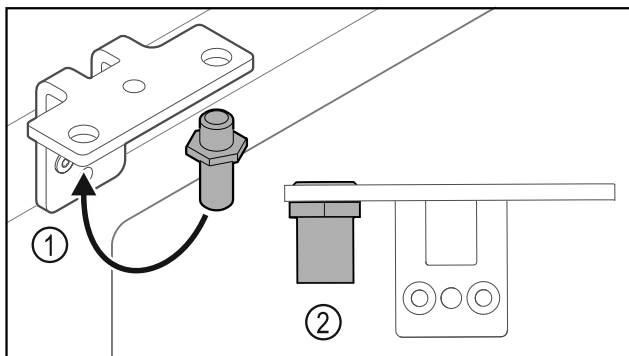

Fig. 34
- ▶ Преместете болта Fig. 34 (1) в ъгъла на пантата.
- ▶ Затегнете болта Fig. 34 (2) с **въртящ момент от 12 Nm**.